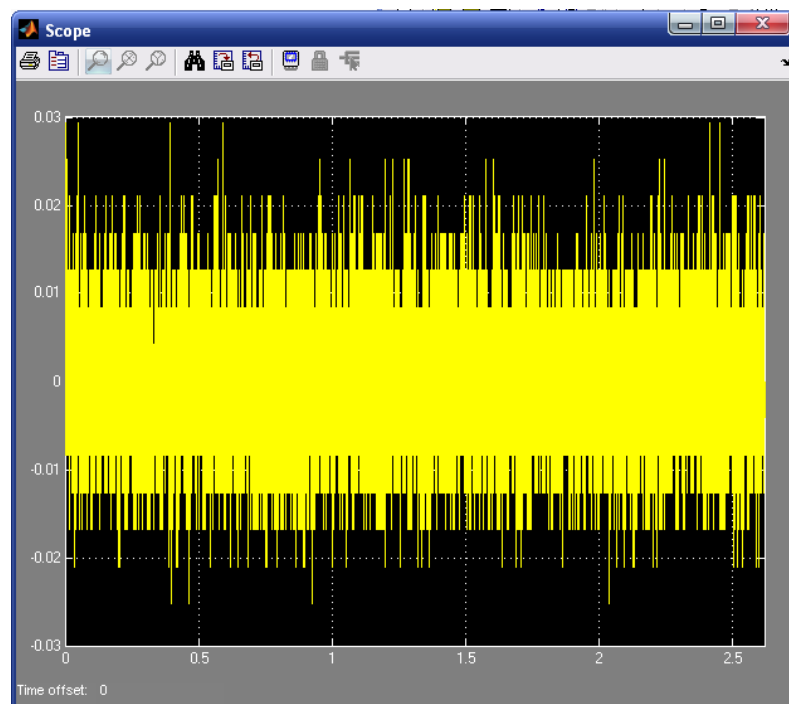

Рисунок 8.6 – Часова реалізація коливань шпindelної бабки
7. Результатом моделювання є частотний спектр зображений на рисунку 8.5. Спектр дозволяє визначити резонансні частоти та частоти регулярних складових сигналу, що має велике значення для діагностики несправностей машин та технічних систем. Також до перегляду доступна часова реалізація сигналу (рисунок 8.6).